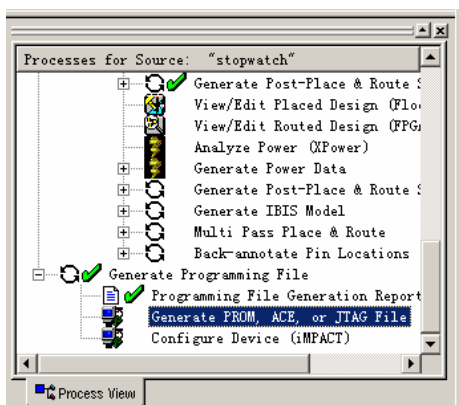
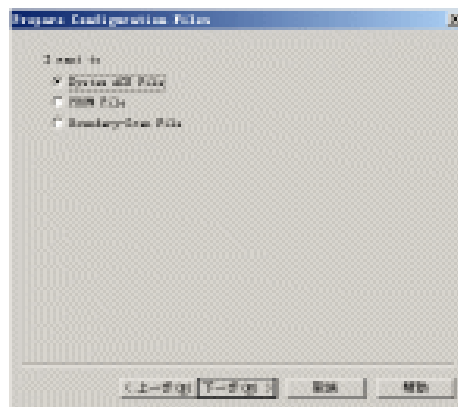

图 7-11 启动 iMPACT
图 7-12 【Prepare Configuration Files】对话框
1. 在 ISE 的“Processes for source”窗口中双击“Generate PROM,ACE or JTAG File”启动 iMPACT, 如图 7-11 所示, 配置向导自动弹出, 选中【Prepare Configuration】单选项, 单击 **下一步(N) >** 按钮, 弹出【Prepare Configuration Files】对话框, 如图 7-12 所示。